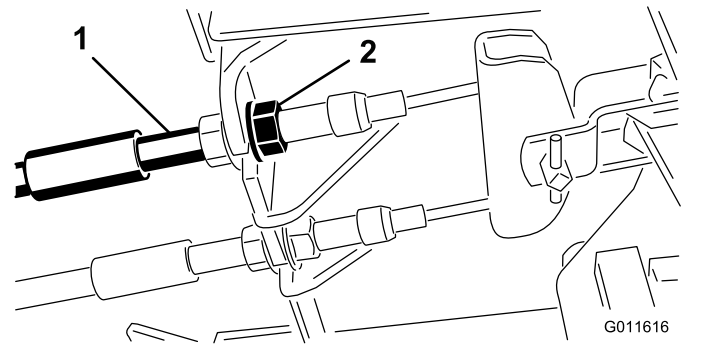

Figure 69
1. Pour réduire la garde aux pédales de frein, serrez les freins en desserrant l'écrou avant sur l'extrémité fileté du câble de frein (Figure 69).